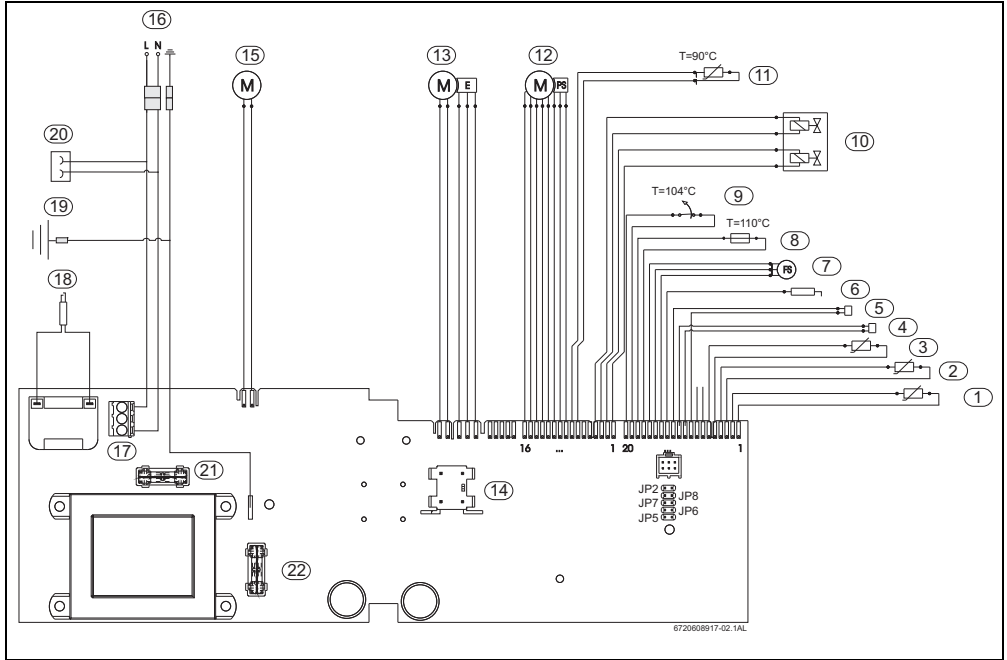

Fig. 3 Esquema eléctrico
Siempre que se abra un grifo de agua caliente, el detector del caudal de agua (Fig. 3 , pos. 7) envía una señal a la unidad de mando, dando inicio al ciclo de funcionamiento: